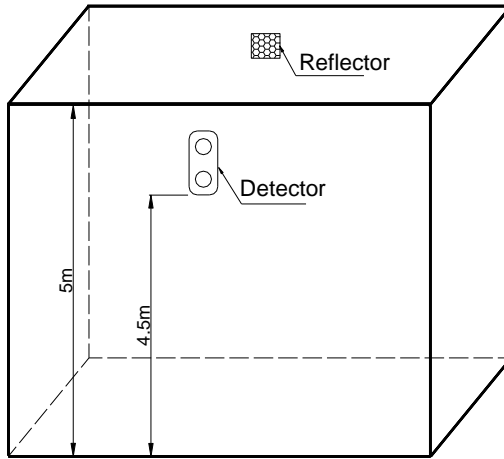

Fig. 4
- a) Quando lo spazio disponibile in altezza non superi i 5m, il rilevatore e la piastra riflettente devono posizionarsi sulle rispettive pareti opposte almeno a 0,5m dal colmo del tetto. Vedi Fig. 4.